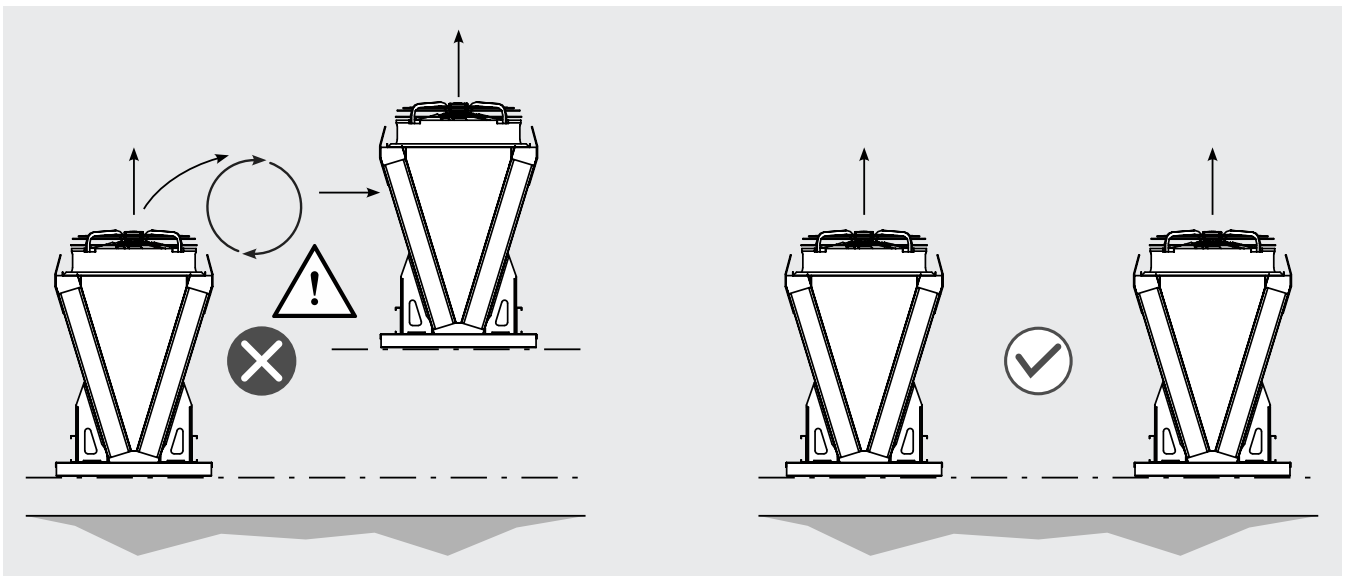

Figura 5
- 4.6 I modelli devono essere installati tutti in modo da avere i motoventilatori alla medesima altezza per evitare fenomeni di ricircolo dell'aria. Si veda la Figura 5.